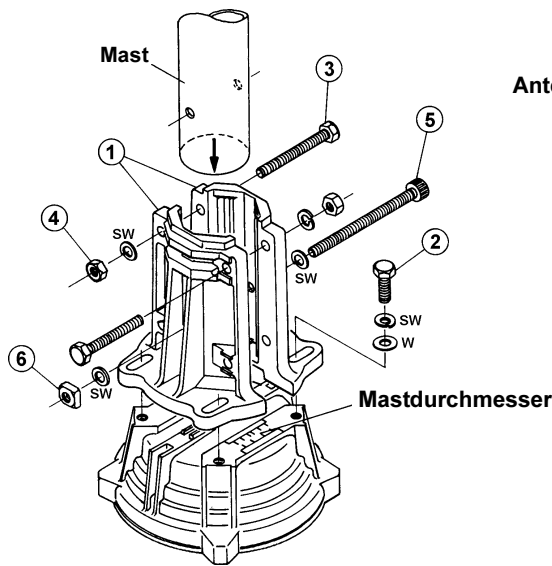

Abbildung 5
4. Bringen Sie die Mastklemme ① mit Hilfe der mitgelieferten M8 x 25-Schrauben ②, Federscheiben und Unterlegscheiben lose am Rotorgehäuse an (siehe Abbildung 5).
5. Führen Sie das Antennenrohr mit Hilfe eines Hilfsmastes oder einer anderen Hebeeinrichtung von oben durch das Lager in die Masthalterung des Rotors. Befestigen Sie die Mastklemmen lose mit Hilfe der mitgelieferten M8 x 70-Schrauben ③ und Federscheiben.
6. Schieben Sie die mitgelieferte M8 x 95-Schraube ⑤ durch die Mastklemmen und den Mast, und befestigen Sie sie lose mit Hilfe der mitgelieferten Vierkantmutter ⑥.